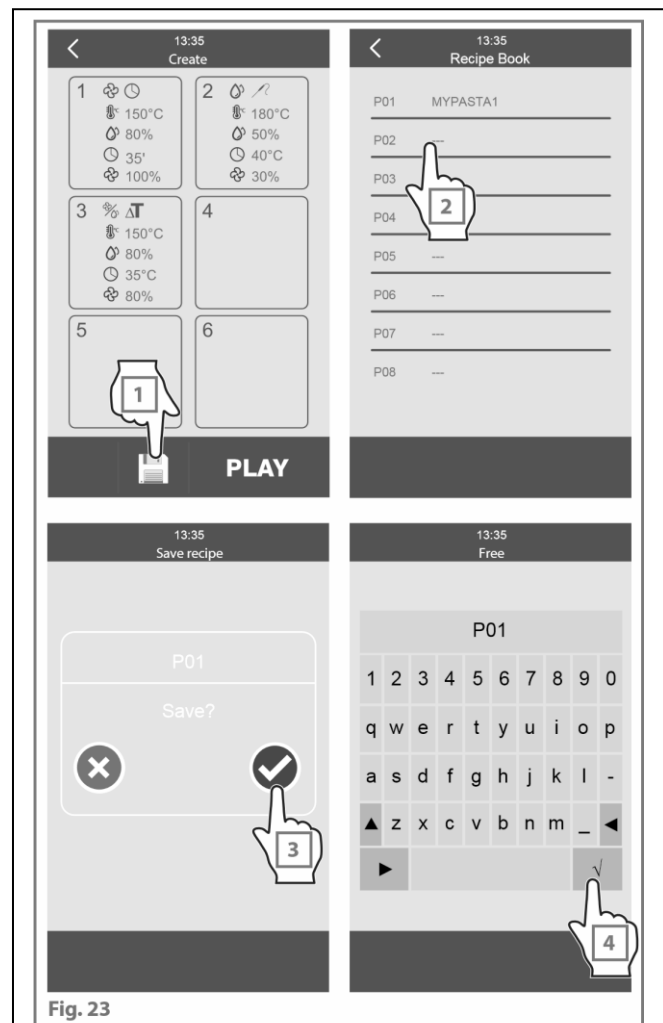

Fig. 23
- 1-Una volta impostati i parametri desiderati toccare l'icona di salvataggio, Fig.23;